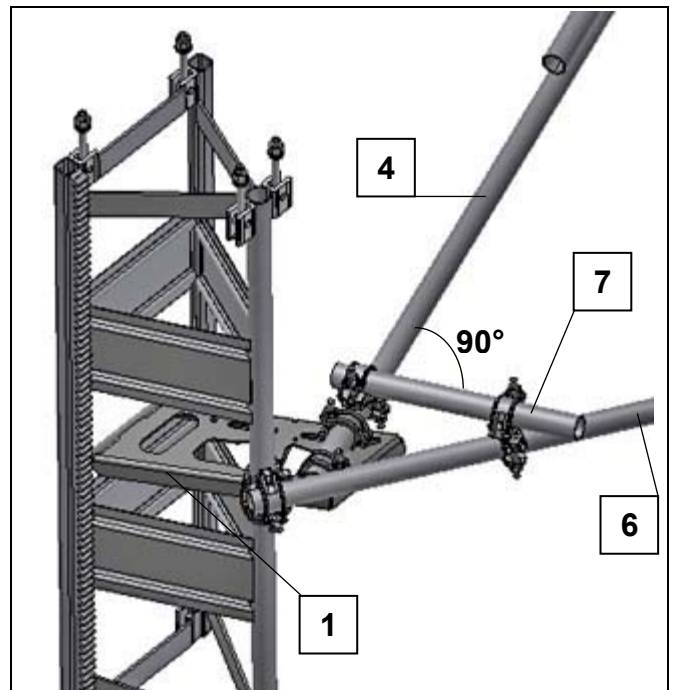

Fig. 39 Oberste Mastverankerung bei Überfahrt bzw. bei Aufbau mit Etagen- Flügeltüren
**Alle Mastverankerungen** müssen wie die in Kap. 7.3.2 beschriebene „Oberste Mastverankerung“ **mit Verstrebungsrohr** (Fig. 39 Pos. 7) montiert werden.